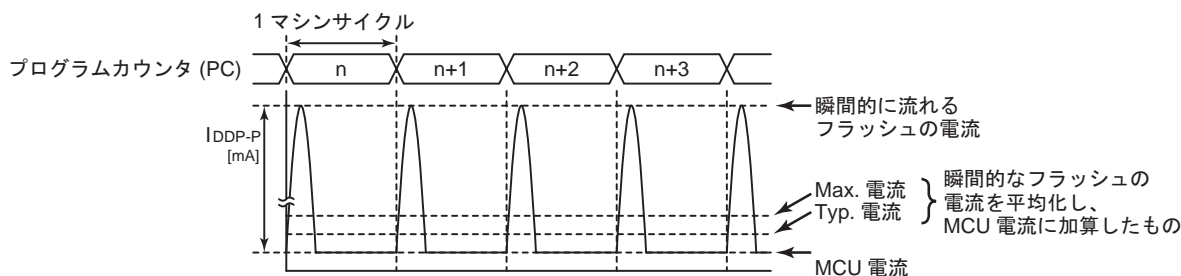

図 25-4 フラッシュメモリの間欠動作
- 注 7) フラッシュメモリでプログラムが動作しているとき、またはフラッシュメモリからデータをリードしているとき、フラッシュメモリは間欠動作を行いますので、瞬間的に図 25-4 のようなピーク電流が流れます。よってこの場合の電源電流 I_{DD} (NORMAL1/2, SLOW1 モード時) は、ピーク電流を平均化した電流値と MCU 電流の和となります。